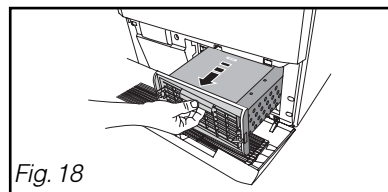

Fig. 18
- Retírelo delicadamente (Fig. 18).